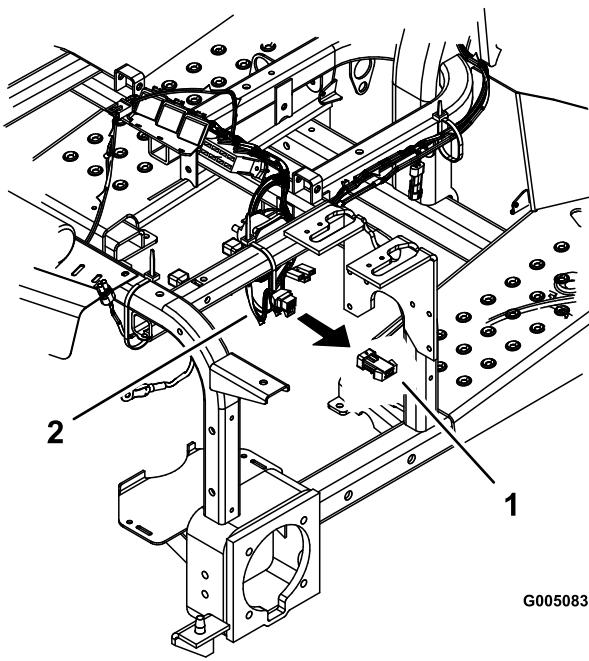

Bild 34
- Nehmen Sie den Überbrückungsdräht vom Hauptkabelbaum unter dem Armaturenbrett ab (Bild 34).